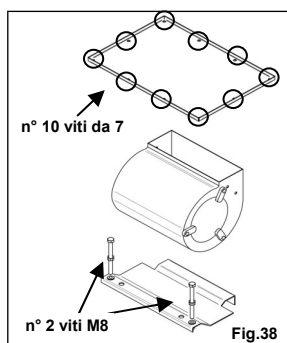

Fig.38
- **Fase 3-** Tramite una chiave da 7 mm, togliere le dieci viti del coperchio in alluminio del vano ventilatore e rimuovere lo stesso (Fig.38).